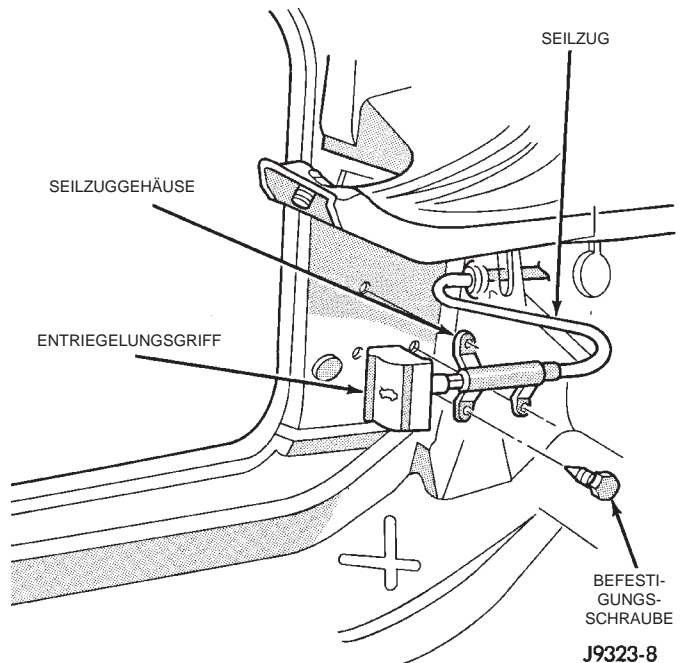

Abb. 5 Entriegelungszug
(1) Seilzug aus der Motorhaubenverriegelung aushängen.
(2) Seilzug aus den Halteclips lösen.
(3) Linke Fußraumverkleidung herausnehmen.
(4) Befestigungsschrauben der Seilzughalterung von der seitlichen Windlaufabdeckung lösen (Abb. 5).
(5) Seilzug durch die Öffnung der Spritzwand ziehen und unter der Instrumententafel hervorziehen.